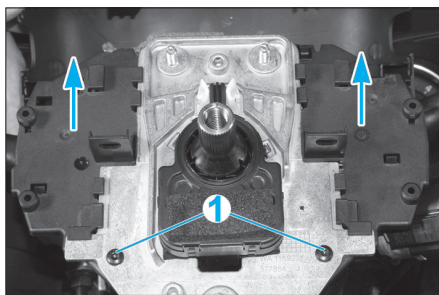

Fig. 8
- Déposer les vis (1) (Fig.8).